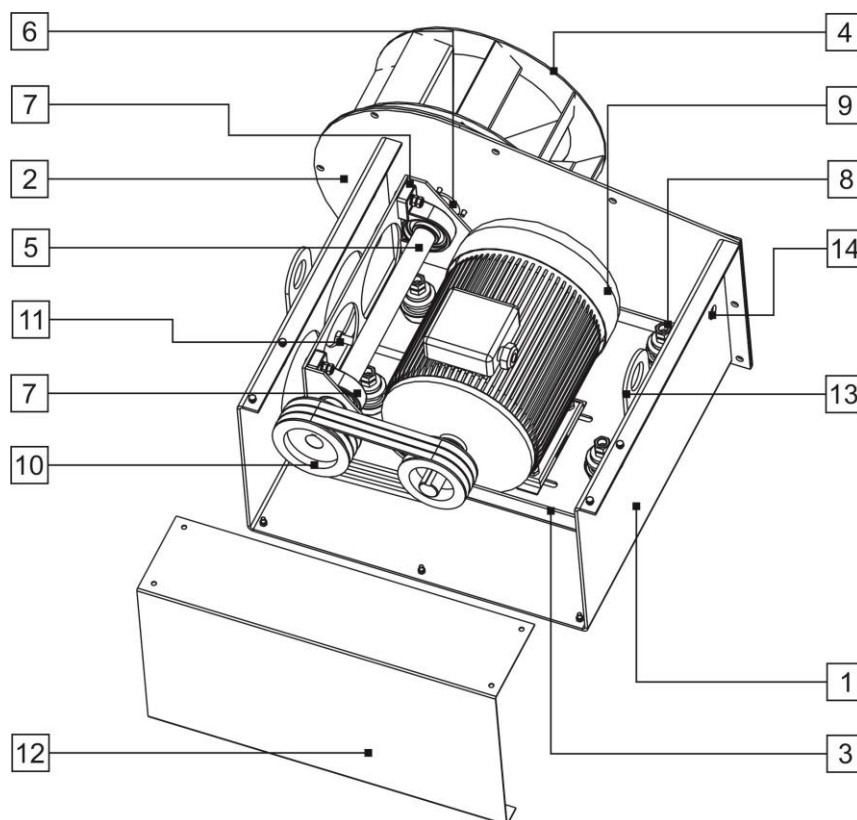

Рис. 8
Вентилятор наддува (Рис. 8) состоит из: корпуса (1) с приваренной перфорированной лобовиной (2), базы (3), рабочего колеса (4), вала (5), уплотнения (6), подшипников опор УКР 210 (7), виброизоляторов (8), электродвигателя (9), клиноременной передачи (10), винтов натяжения ремней (11), защитного кожуха (12), петель (13) поддерживающих тапрепов, кабельного ввода (14).